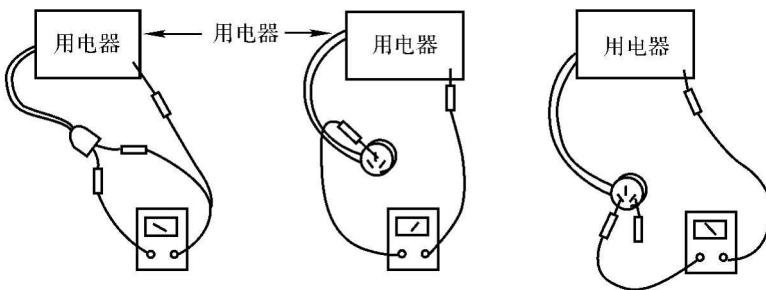

图 1-6 用万用表检查用电设备
- (2) 检查环境电源:电压、容量是否与设备相吻合。
- (3) 检查设备本身:电源线是否完好,外壳是否带电。一般可用万用表对用电设备做简单检测,如图 1-6 所示。